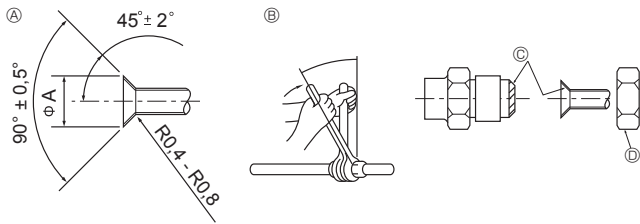

Fig. 4-1
4.2. Spajanje cijevi (Fig. 4-1)